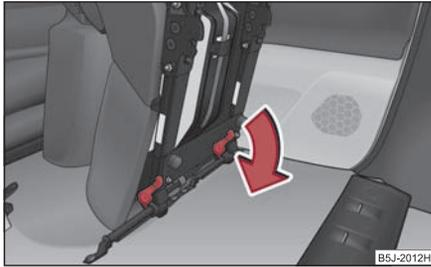

Abb. 69 Entriegelung des vorgeklappten Sitzes
- Den vorgeklappten Sitz durch Drücken der Sitzverriegelungen, in Pfeilrichtung, entriegeln ⇒ Abb. 69.
- Klappen Sie den äußeren Sitz vor ⇒ Seite 68 und entriegeln Sie ihn ⇒ Abb. 69.